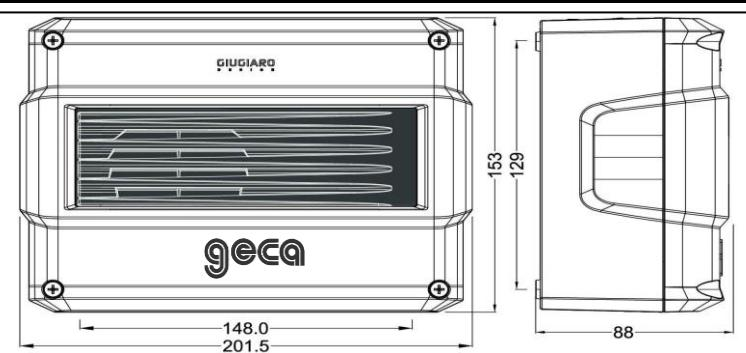

Fig. 1 – Dimensioni / Size / Dimensions
**Montaggio:** In *Fig. 1* sono indicate le dimensioni della **SE301A** che va montata a parete con 4 tasselli e viti in dotazione. Se installata all'esterno del locale, va protetta sia dalla pioggia sia dall'irraggiamento diretto del sole.
**Mounting:** The Fig. 1 shows the instrument size. It has to be wall mounted with 4 wall plugs and screws supplied. If installed outdoors, it must be protected from rain and from direct sunlight.
**Fixation:** En figure 1 sont indiquées les dimensions de la **SE301A**. La fixation s'effectue par des 4 vis et chevilles. Si elle est installée en extérieur elle doit être protégée de la pluie et du soleil.